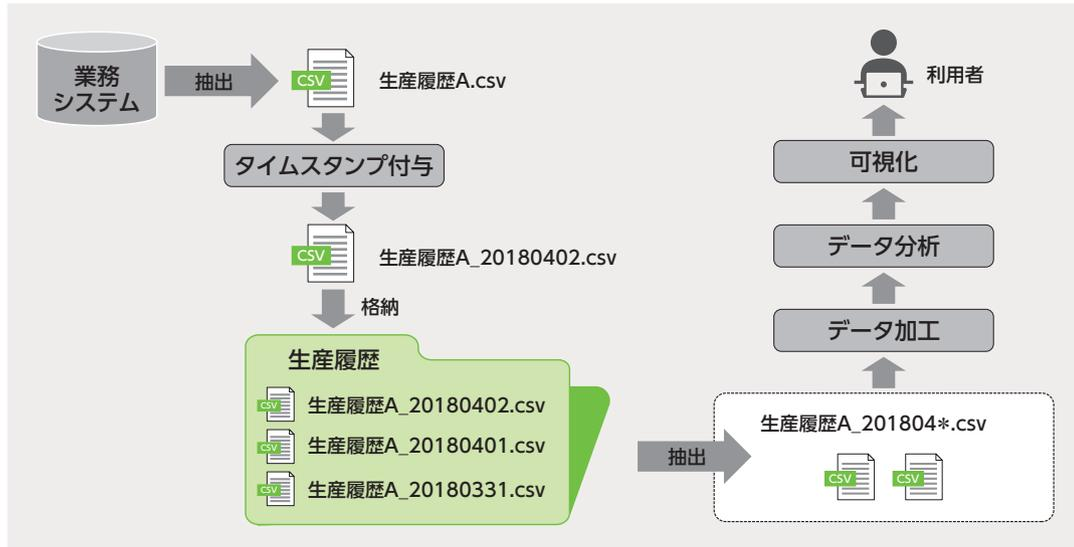

図4: 自然にデータが整理されて溜まる仕組み
- (1) 同じ性質のデータファイルを1つのフォルダに集約し、データ項目や情報源などデータの性質をメタ定義ファイルに記載しておく。
- (2) ファイルの名前付けをルール化する。例えば図4では、「生産履歴」がファイルの性質、「A」はAという製品であることを示す。生産履歴を示すタイムスタンプも付与する。これによりファイル名でデータを特定することができる。